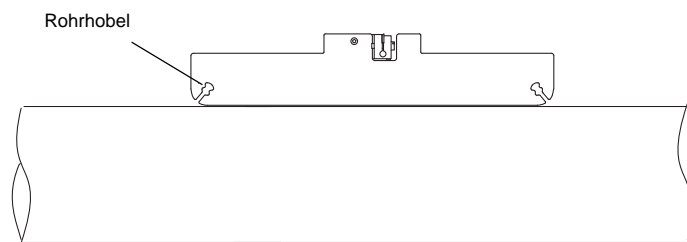

Abb. 2.1: Prüfung der Ebenheit der Messstelle am Rohr
- Die Messstelle am Rohr muss möglichst eben sein. Prüfen Sie die Ebenheit mit der Oberseite des Rohrhobels (siehe Abb. 2.1).